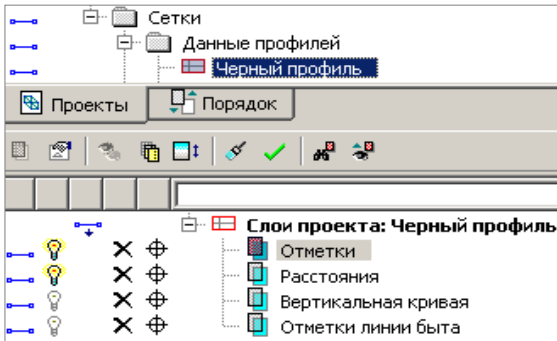

Рис. 12.2
- в сетке **Черный профиль** – данные, распределённые по слоям проекта (рис. 12.2).